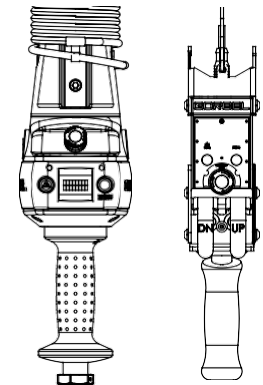

Fig. 3. Impugnatura scorrevole* in linea e impugnatura a tirante.
- 3) **Impugnatura (Fig. 3):** L'impugnatura è l'interfaccia principale tra l'operatore e il dispositivo di sollevamento. **Consultare la sezione Funzionalità del dispositivo di sollevamento (pag. 25) e la sezione Funzioni dell'interfaccia dei comandi (pag. 28) per le funzionalità supplementari dell'impugnatura.** L'impugnatura scorrevole Gorbel® può alloggiare un gancio di carico Gorbel® o attrezzi (di terzi). La strumentazione deve essere conforme alle linee guida stabilite da Gorbel Inc. (**consultare le Linee guida per l'integrazione di attrezzi a pag. 3**). Un'integrazione inadeguata di attrezzi comprometterà la qualità delle prestazioni e causerà un guasto prematuro di G-Force®.